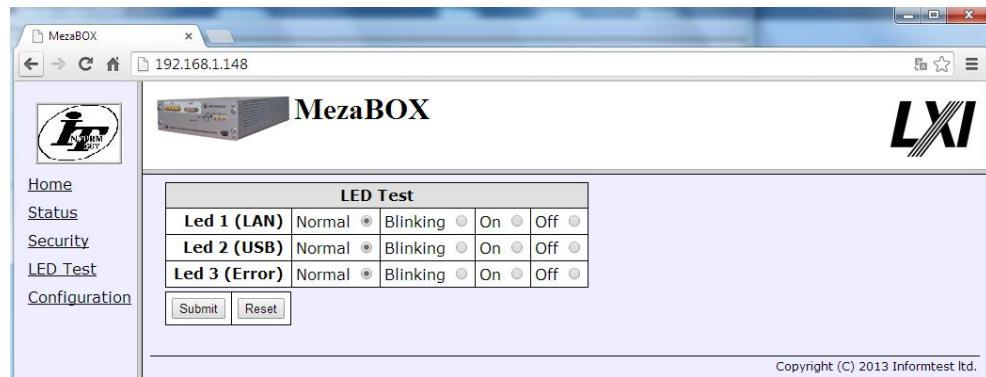

Рисунок 16
4) **LED Test** – Назначение режима работы индикаторов (четыре режима: (горит, моргает, выключен, стандартный) (рисунок 16) .